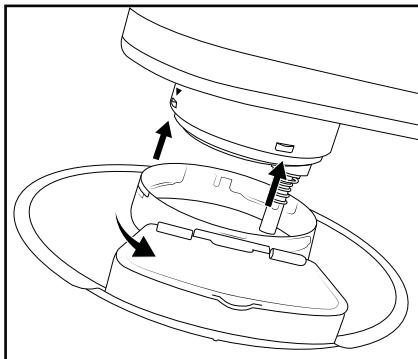

Fig. 1
- 1) Pressione a alavanca de desbloqueio ② para cima e coloque o braço giratório ① na posição mais elevada.
- 2) Monte a tampa ⑨ no braço giratório ①:
- Coloque a tampa ⑨ de forma a que a seta ▼ no braço giratório ① aponte para o centro da seta ←→ na tampa ⑨ (fig. 1). O dispositivo de enchimento ⑧ aponta em simultâneo para o lado frontal do aparelho.
- Rode a tampa ⑨ no sentido contrário ao dos ponteiros do relógio (sentido 🔑), até encaixar.